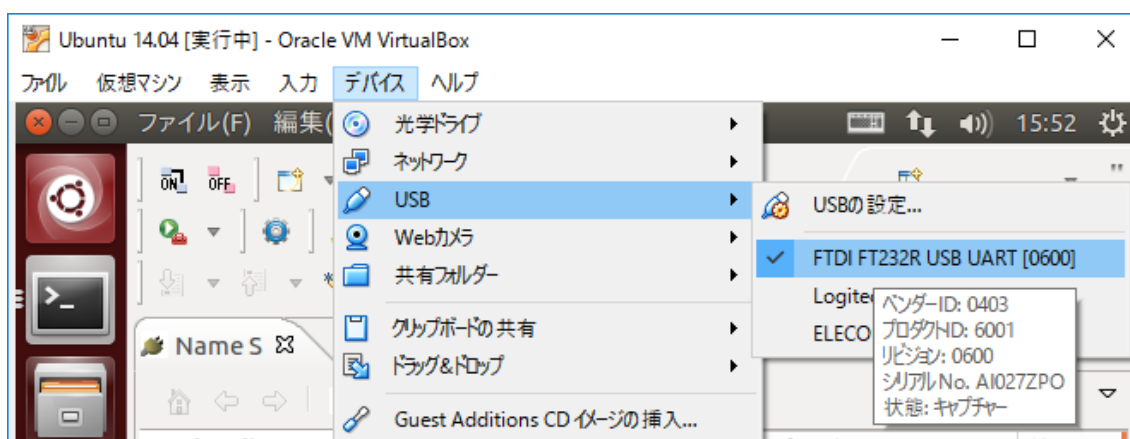

図 19 デバイスの認識
- 3) VM などの仮想環境で実行する場合、仮想 OS 側でデバイスを認識する。デバイスを認識するまで通常数秒かかる。(図 19)